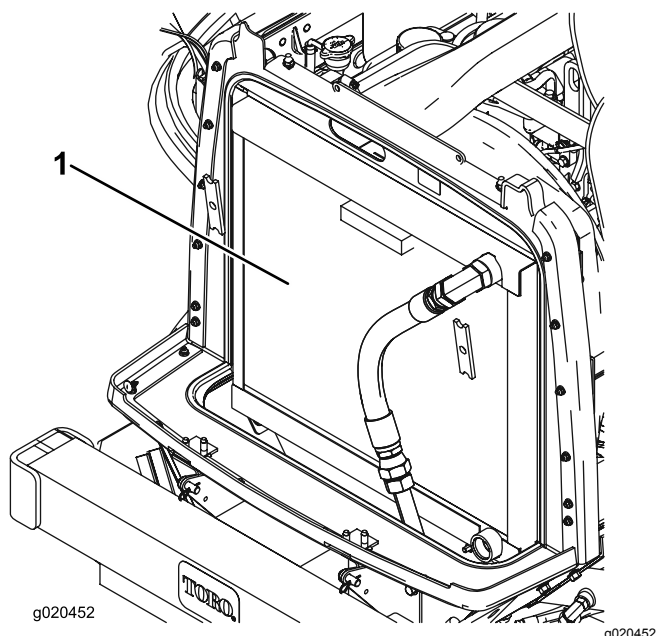

Figura 111
3. Limpie a fondo ambos lados de la zona del radiador/enfriador de aceite con aire comprimido (Figura 111).